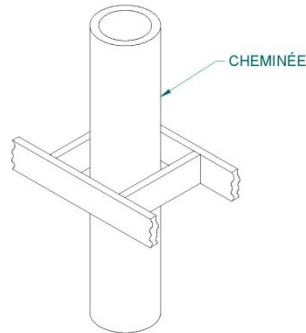

Figure 32
1. Coupez les trous dans les plafonds et planchers que traversera la cheminée et dans le toit et installez-y des protecteurs de chevrons (voir Figure 32). Utilisez une ligne à plomb pour aligner les centres des trous. Assurez-vous que la dimension des trous dans les planchers et les plafonds est conforme aux instructions du fabricant de la cheminée.
5. En vous plaçant en dessous, installez un coupe-feu fourni par le fabricant de la cheminée (voir **Figure 32**).